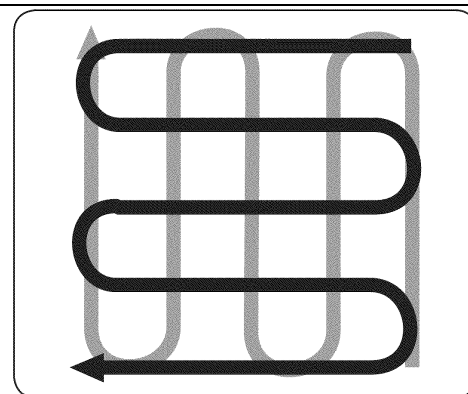

Рис.18
После завершения работ в одном направлении, сделайте второй проход под прямым углом, См. Рис. 18. Перекрывайте каждый проход для достижения наилучших результатов (для очень твердой земли это может занять три-четыре прохода для тщательного измельчения почвы.)
3. Измерьте зазор между электродами с помощью щупа. Исправьте по мере необходимости, отгибая электрод в необходимую сторону. См. Рисунок 18. Зазор должен быть установлен 0,030 дюйма /0,6 – 0,8 мм/.